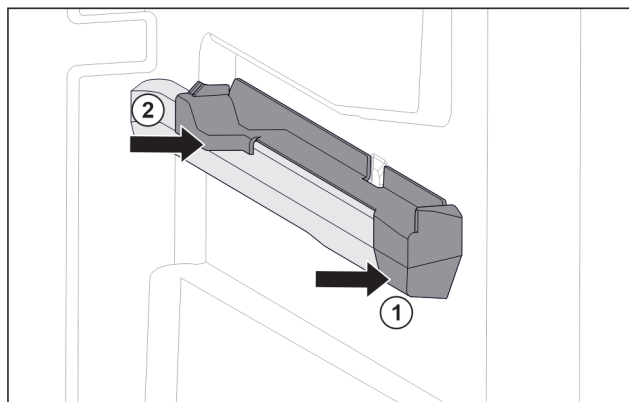

Fig. 150 Вставная часть на правом контейнерном ребре
- ▶ Наденьте вставную часть спереди на контейнерное ребро. Fig. 150 (1)
- ▶ Нажмите на вставную часть сзади. Fig. 150 (2)